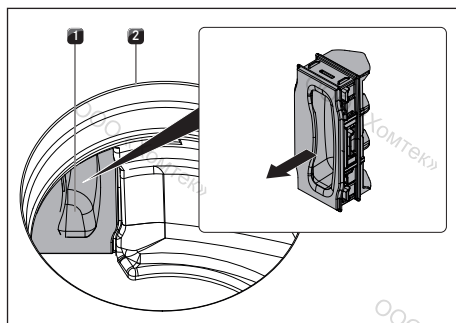

рис. 8.4 Снятие откидной крышки фильтра
- Вытяните находящуюся внутри отверстия для впуска воздуха откидную крышку фильтра из отверстия корпуса фильтра (снятие откидной крышки фильтра, см. рисунок рис. 8.4).